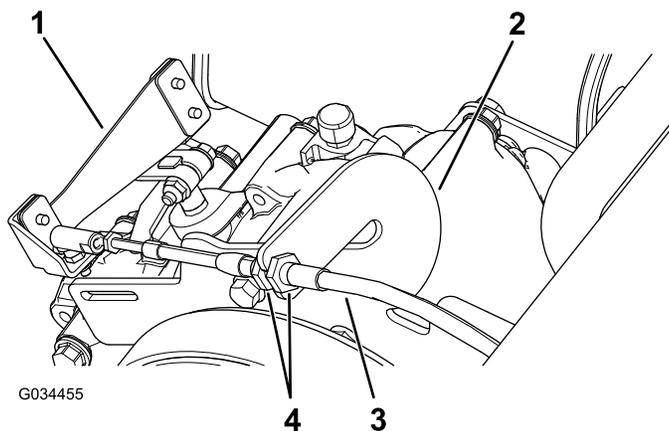

图 60
2. 在 3 个不同位置之间转动换挡选择器测试换挡位置并检查换挡时换挡控制杆图 60 能否适当转动请参阅 换挡控制杆和换挡指示器 (页码 11)。
1. 拧松换挡拉索上的锁紧螺母必要时进行调整图 60。